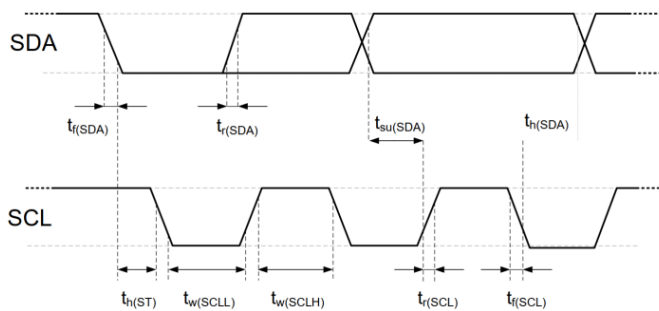

图9. 数字输入/输出端的时序图、缩略语在表 7 中进行了解释。较粗的SDA线由传感器控制、普通的SDA线由单片机控制。请注意SDA有效读取时间由前一个转换的下降沿触发。
SDA引脚用于传感器的数据输入和输出。当向传感器发送命令时，SDA在串行时钟（SCL）的上升沿有效，且当SCL为高电平时，SDA必须保持稳定。在SCL下降沿之后，SDA值可被改变。为确保通信安全，SDA的有效时间在SCL上升沿之前和下降沿之后应该分别延长至 $T_{su}$  and  $T_{ho}$ -参考图9。当从传感器读取数据时，SDA在SCL变低以后有效 (TV)，且维持到下一个SCL的下降沿。
电气特性，如功耗、输入和输出的高、低电平电压等，依赖于电源供电电压。为了使传感器通讯顺畅，很重要的一点是，确保信号设计严格限制在表6、7和图9所给出的范围内）。
表7. I2C快速模式数字输入/输出端的时序特性。具体含义在图9有所显示, 除非另有注明。